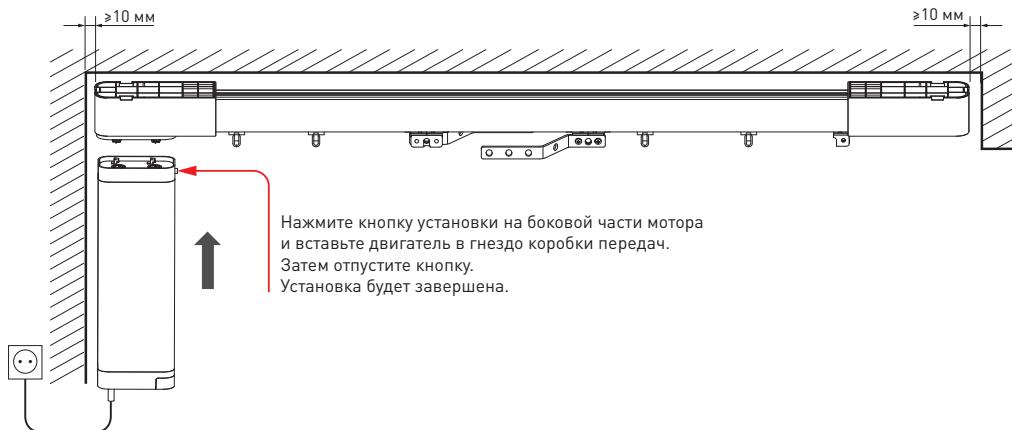

Рис. 2.
- 3.3. Установите карниз для штор в соответствии со схемой рис. 2. При монтаже карниза необходимо учитывать отступы от краев стены.